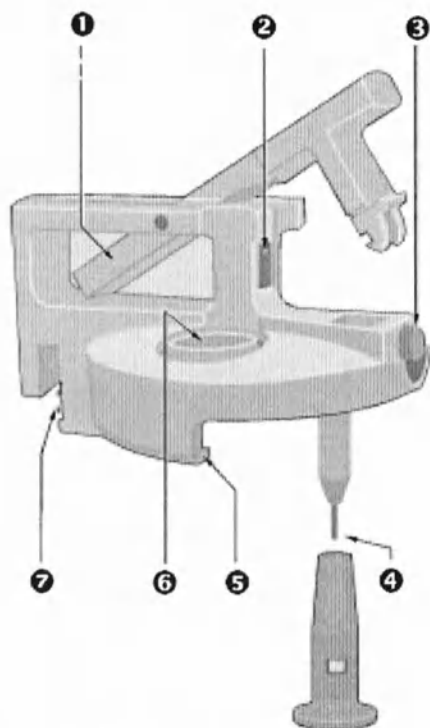
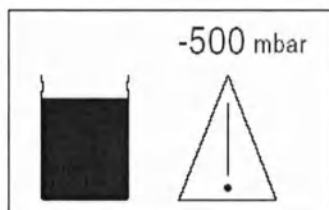

Рис. 3. Запорная система
Рис. 13. Индикация полностью заполненной ёмкости
- Вращением винта (Рис.3, поз.2) можно изменить силу прижатия запорной системы.
Прибор ATMOS имеет электронный контроль уровня, который в режиме VE не оказывает влияние на характеристики прибора. Вакуум не снижается. Через регулярные промежутки времени появляются предупредительные сообщения о полном заполнении ёмкости (рис.13). В режиме отсасывания прибор при достижении максимального уровня жидкости отключается. Звучит звуковой сигнал и появляется индикация «Ёмкость заполнена» ■ (рис. 13). Максимальный уровень достигается, если уровень жидкости касается датчика (Рис.3, поз.4) в системе блокировки. При очень интенсивном пенообразовании Вы должны устанавливать над датчиком прилагаемое устройство для защиты от пены, чтобы прибор преждевременно не отключался. Как только датчик больше не будет иметь контакта с жидкостью (например, при перестановке сдвоенной соединительной трубки) прибор снова включается.